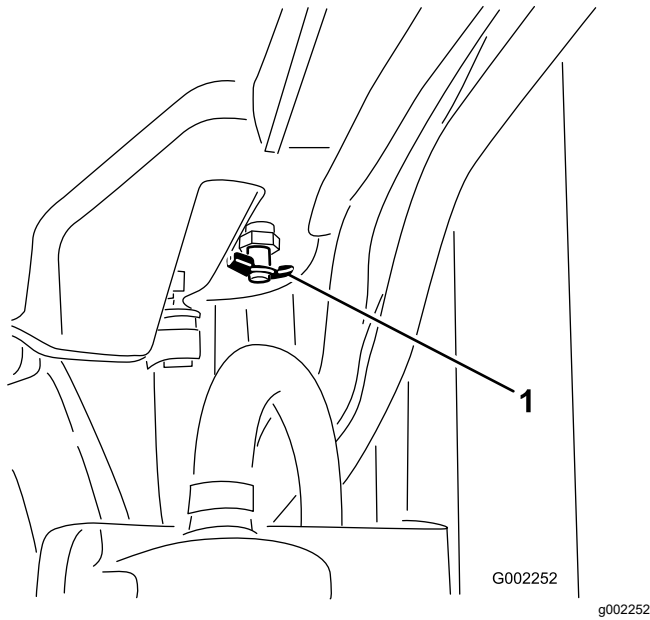

図 104
- ドレンバルブを開いて冷却液を排出する 図 104。
- ドレンバルブを閉じる 図 104。